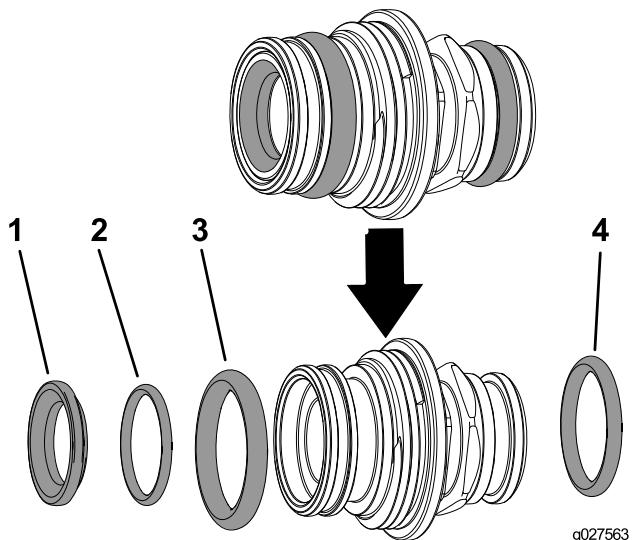

Figura 2
- Retire la junta tórica del asiento de la válvula, la junta tórica trasera, la junta tórica del extremo y la junta tórica del conector de salida (Figura 2).